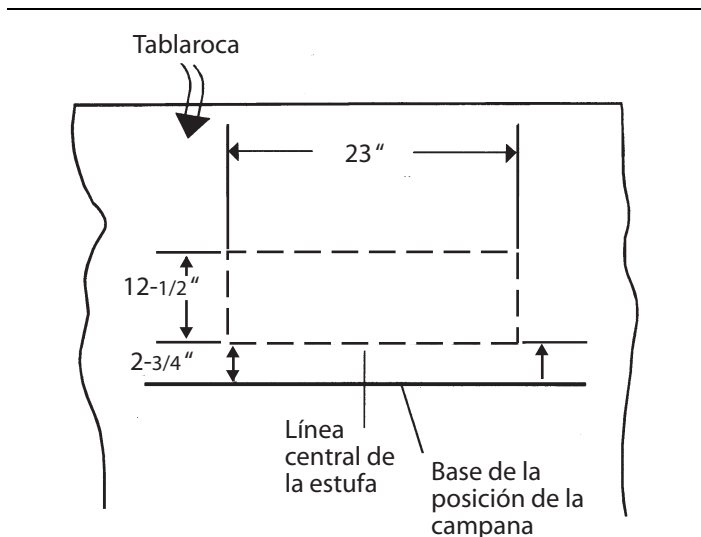

Figura 6: Dimensiones del corte
11. Orientación de la salida: necesita un corte en la pared, como se ilustra en la Figura 6, para instalar la pieza de transición al usar la salida horizontal. La posición del corte se determina con arreglo a la altura de instalación de la campana.
3. Para la salida horizontal, consulte la Figura 6 para ver la forma del corte necesario para la pieza de transición.